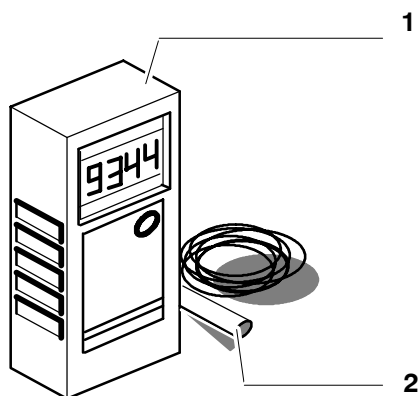

Fig. 85 Appareil de mesure de la tension de la courroie dentée
- (3) Mettre en service l'appareil de mesure de la tension de la courroie dentée (Fig. 85/1).
- (4) Faire vibrer la courroie dentée et tenir le capteur (2) à environ 2 à 3 mm de la courroie qui vibre. Lire le résultat de la mesure sur l'appareil de mesure de la tension de la courroie dentée.
- (5) Répéter trois fois la mesure et déterminer la valeur moyenne.